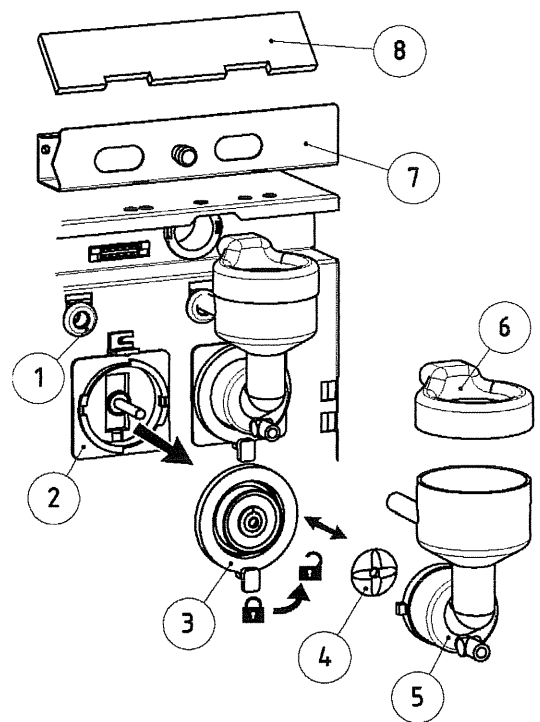

bild 6-6
- 4 Rengör blandarsystemen (Se bild 6-6).
- Lossa på utloppsslangen från blandarhuset (5).
- Vrid blandarplattan (3) moturs till läget som anges med symbolen  på ritningen. Du hör nu ett klick.
- Dra blandarhuset (5) och tratten (6) framåt så att de lossnar från blandarplattan (4).
- Dra vispbladet (4) från blandaraxeln.
- Avlägsna blandarplattan (3) genom att vrida den ytterligare moturs till läget .
- Dra nu blandarplattan framåt, bort från blandarbasen (2).
- Rengör sugkanalen (7) och filtret (8)
- Montera delarna tillbaka på sin plats i omvänd ordning. Då du sätter blandarhuset och tratten tillbaka på blandarplattan ska du komma ihåg att du måste vrida blandarplattan medurs tills du hör ett klick och spärren är i det läge som anges av symbolen  (bild 6-6).